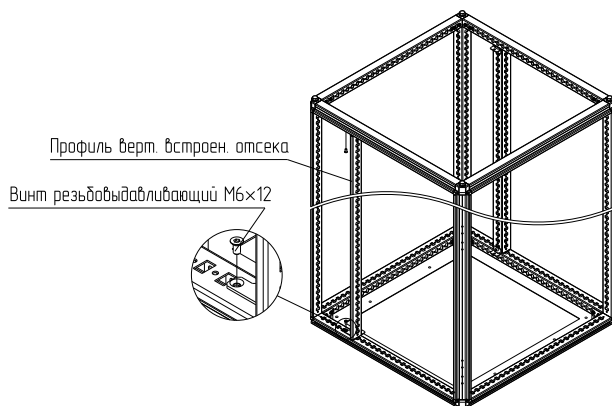

Рисунок 3
4.1.3 Закрепить на крыше и основании профиль вертикальный встроенного отсека винтами М6×12 (рисунок 3). Момент затяжки – 7 Н·м.